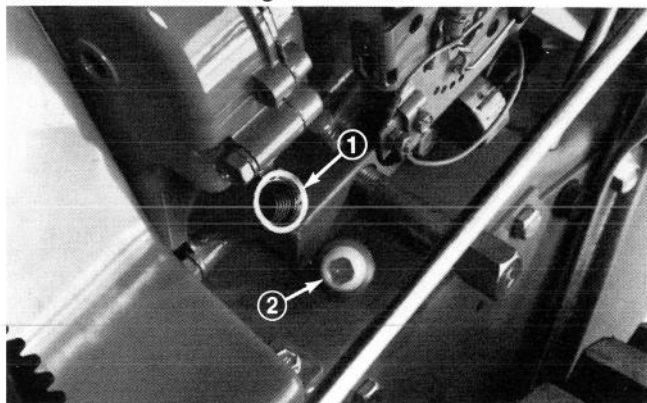

Fig. 18
3. Fjern skruelåget fra krumtaphuset (Fig. 18).
4. Hæld, ved hjælp af en ren tragt, 1,3 liter olie ned i krumtaphuset (Fig. 18). Briggs & Stratton motoren bruger enhver god kvalitet selv-rensende olie som har American Petroleum Institute - API - "service-klassifikation" MS, SC, SD eller SE. Oliens viscositet - tykkelse - vælges efter de temperaturer hvori sneslyngen skal benyttes. Anbefalede olier er SAE 5W30 eller 5W20, og en anerkendt erstatning er SAE 10.